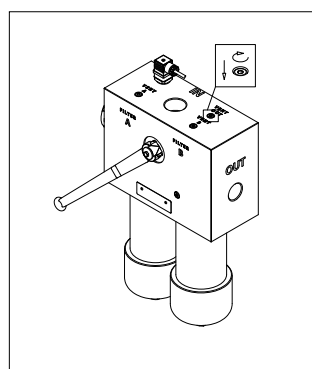

fig. 34
- (Fig. 34) Serrare immediatamente il tappo di sfiato. Assicurarsi che non si verifichino perdite di fluido quando si raggiungono le massime condizioni di lavoro (pressione, temperatura...)